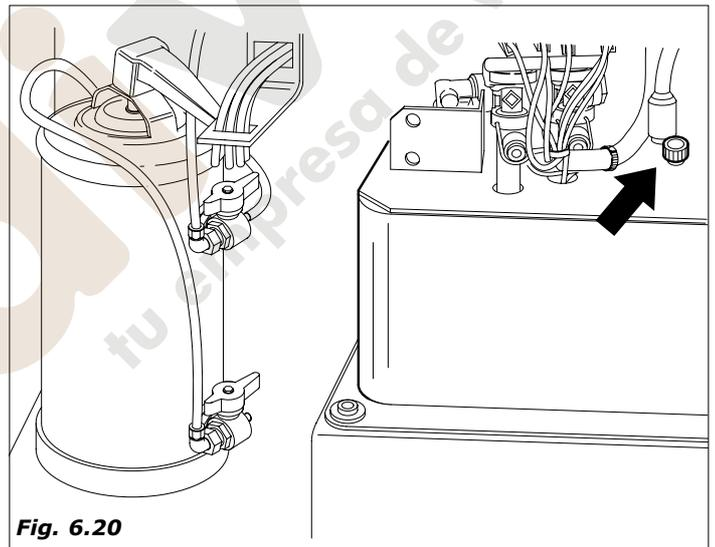

Fig. 6.20
- quitar el tapón situado en la parte superior del grupo de frío e insertar el tubo de vaciado de la caldera de soluble, situado en la parte superior del cubo de residuos (Fig.6.20).